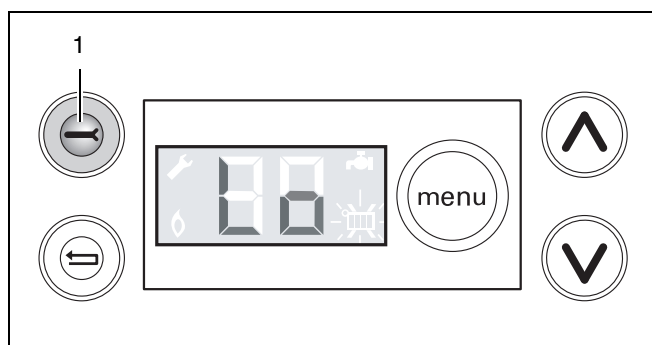

Рис. 32 DBA - режим Lo
- Установите прибор в режим "Lo", нажимая один раз на клавишу  Обслуживание (рис. 32, **поз. 1**). См. меню 3: "Установки" на стр. 25.
- Установите прибор в режим "Lo", нажимая один раз на клавишу Обслуживание (рис. 32, поз. 1). См. меню 3: "Установки" на стр. 25.